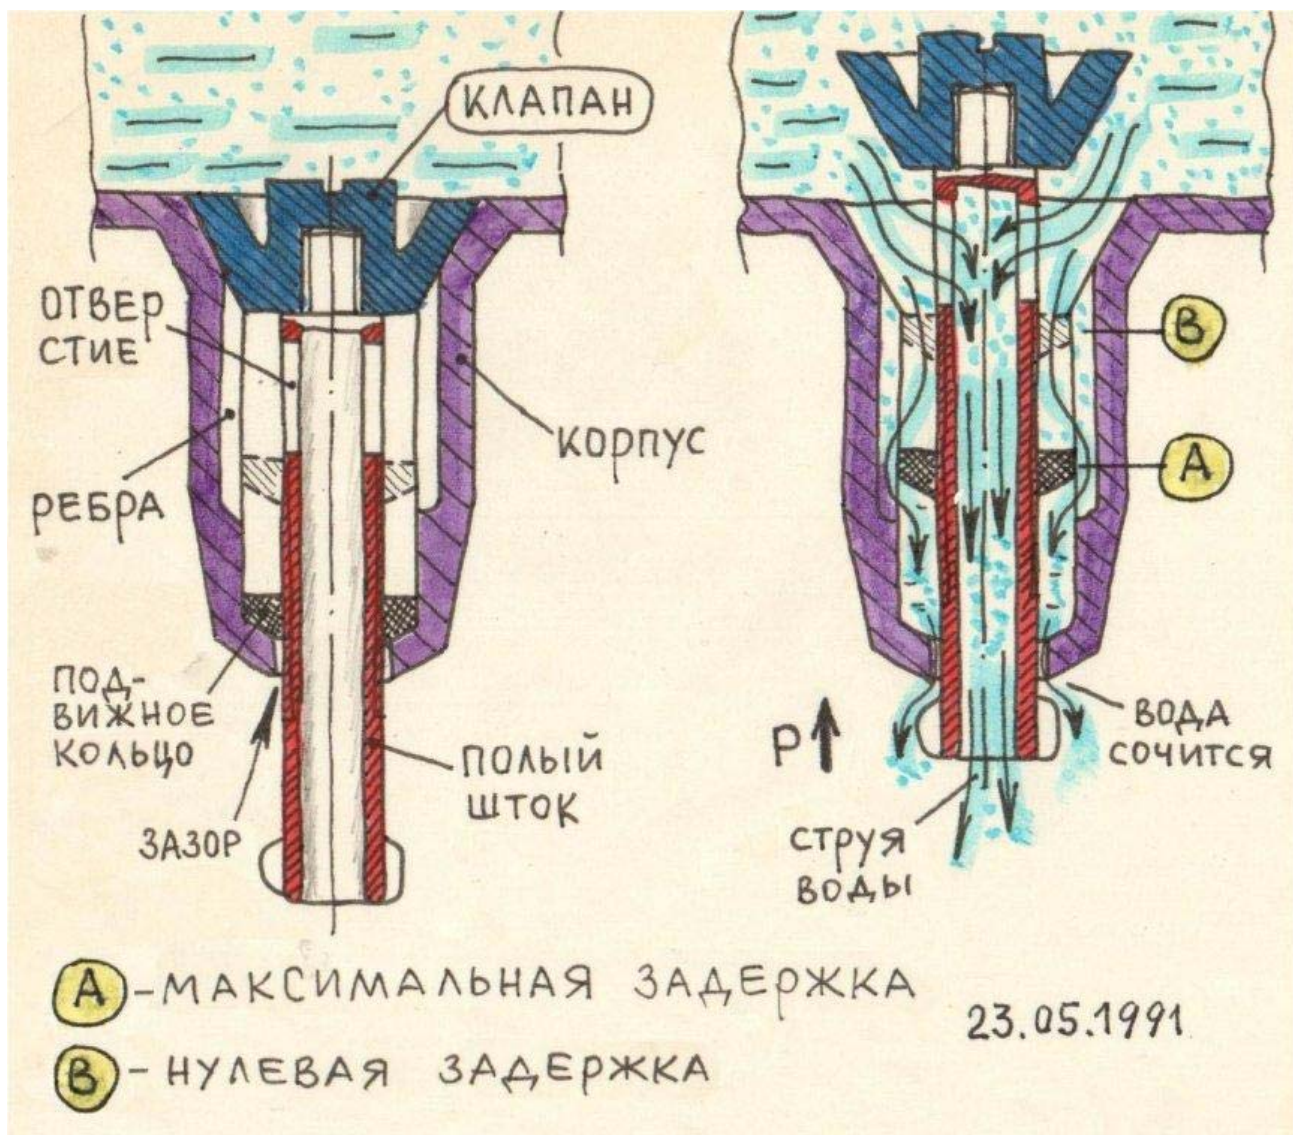

Рис. 6. Регулировка длительности задержки времени
После возвращения в Питер я "подсунул" задачу сыну Ивану - для тренировки. Одному ему возиться с ней было не интересно, а вместе мы опять вышли на тот же ответ; не исключено, что сказалось мое влияние, хотя я этого не хотел. Правда, в этом случае можно было регулировать длительность задержки от максимальной до нулевой, перемещая поршень (подвижное кольцо) вдоль оси штока. В моем архиве сохранился пожелтевший листок с эскизом (рис. 6), вместе с тремя листками описания изобретения к а. с. № 1194388, которое после семинара подарила мне слушательница. Она предлагала взять также и розовый рукомытник, но тут уж я отрицательно помотал головой. Хотя сейчас немного сожалею, что отказался.
4. Кран с регулировкой длительности задержки времени (рис. 6);